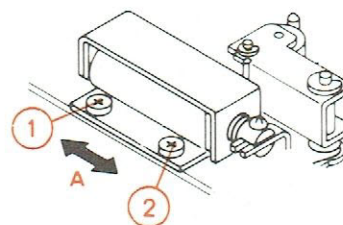

Fig. 14
- 4° - Dans le cas contraire, desserrer les vis (1) et (2) de la figure 14 et, suivant la flèche A, déplacer l'électro-aimant dans le sens convenable.